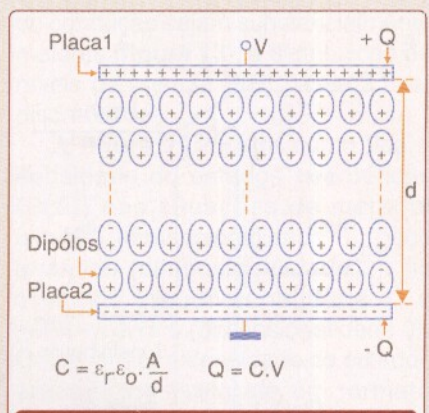
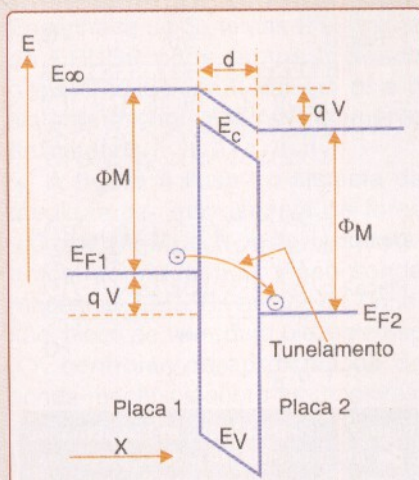
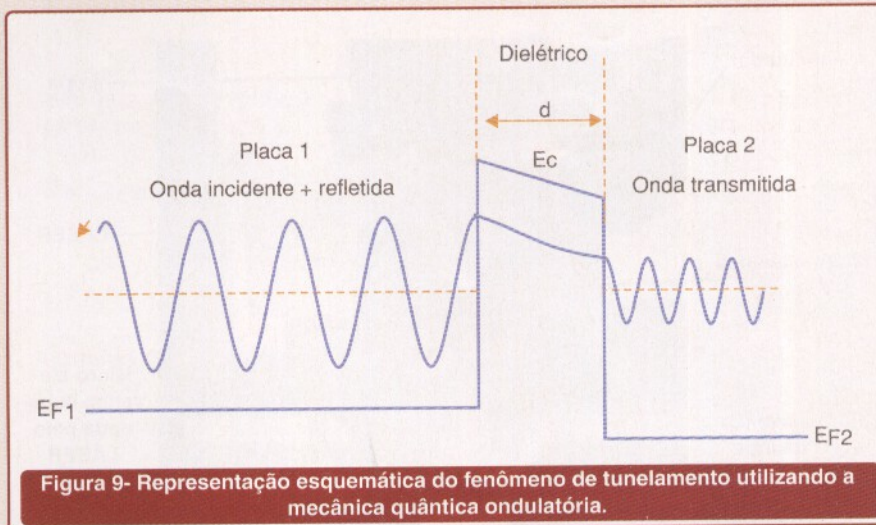

Figura 7 - Representação esquemática de um capacitor de placas paralelas preenchido por um material dielétrico representado por uma série de dipólos alinhados.
Figura 8 - Representação do fenômeno de tunelamento de elétrons através da barreira de energia imposta pelo material dielétrico.
Figura 9- Representação esquemática do fenômeno de tunelamento utilizando a mecânica quântica ondulatória.
larmente chamado de mundo nano, tecnicamente é o mundo mesoscópico ou da mesoescala. Este mundo é uma estranha fronteira entre o reino dos átomos e das moléculas (governado pela mecânica quântica) e o reino macroscópico no qual as propriedades dos materiais emergem do comportamento coletivo de uma população de trilhões de átomos e/ou moléculas. Um exemplo ilustrativo que permite visualizar a passagem do domínio macroscópico para o da mecânica quântica é, por exemplo, o capacitor de placas paralelas conforme mostrado na **figura 7**. É bem conhecido que a relação de capacitância (C) é diretamente proporcional à área das placas, à permissividade do material dielétrico e inversamente proporcional a distância entre as mesmas. O material dielétrico pode ser visualizado como uma série de
A **figura 8** ilustra o diagrama de faixas de energia correspondente ao capacitor polarizado com tensão "V" mostrado na figura 7. A distância energética entre  $E_C$  e  $E_V$  na figura 8 é a faixa proibida do dielétrico,  $d$  é a espessura do dielétrico, "V" é a tensão aplicada entre as placas do capacitor,  $E_{F1}$  é o nível de energia médio dos elétrons na placa 1,  $E_{F2}$  é o nível de energia médio dos elétrons na placa 2,  $\Phi_M$  é a função trabalho dos elétrons nas placas 1 e 2,  $E_\infty$  é o nível energético a partir do qual o elétron fica livre das placas metálicas e  $qV$  é a distância entre os níveis energéticos médios dos elétrons nas placas 1 e 2. É interessante destacar que a propriedade macroscópica **permissividade** só é bem definida
quando a distância entre as placas tiver pelo menos 20 moléculas de material empilhadas. Quando esta distância fica menor a ponto de corresponder a apenas umas poucas moléculas empilhadas ou alguns nanômetros de distância, começa a acontecer o fenômeno quântico de tunelamento de elétrons de uma placa para outra do capacitor, quando aplicamos uma diferença de potencial conforme ilustrado na figura 8. Tudo se passa como se os elétrons atravessassem diretamente uma barreira energética devido ao fato de ser muito estreita. Este fato, bastante corriqueiro no mundo nano não acontece no mundo macroscópico onde vivemos. Caso pudesse ocorrer, isso corresponderia, por exemplo, a corpos extensos atravessando paredes. Como então se explica o fato deste fenômeno ser comum no mundo mesoscópico com as partículas elementares? Literalmente, o que acontece é que o elétron desaparece numa placa e reaparece na outra placa, o que para nós é bastante bizarro, pois não existe nenhum equivalente palpável no nosso senso comum no mundo macroscópico.
A mecânica quântica ondulatória desenvolvida por Louis De Broglie e Erwin Schrödinger permite explicar porque os elétrons conseguem atravessar a barreira energética mostrada na figura 8. Em 1924, De Broglie defendeu sua tese de Doutorado onde propunha que uma dada partícula
Na abordagem da mecânica ondulatória, o conjunto de elétrons que passam de uma placa para a outra no capacitor da figura 8, deixam de ser interpretados como corpúsculos e coletivamente passam a ser uma onda de matéria que interage com a barreira energética. Esta onda, em parte é refletida na barreira energética, e em parte é transmitida de um lado para o outro conforme exibido na figura 9.